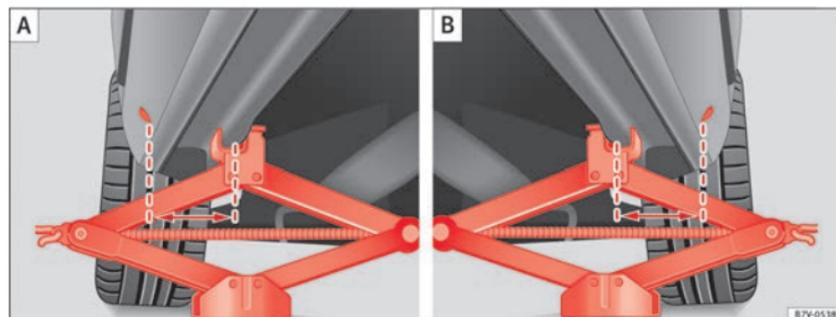

Abb. 187 **A**: Wagenheber vorn an der linken Fahrzeu-
⇒ Abb. 187. Es gilt der Aufnahmepunkt, der sich bei dem jeweiligen Rad be-
7. Sicherstellen, dass der Wagenheberfuß mit der ganzen Fläche sicher auf dem Boden steht und sich der Wagenheberfuß genau unter dem Ansetzpunkt ⇒ **Abb. 187** befindet.
8. Den Wagenheber ausrichten und gleichzeitig die Wagenheberklaue weiter hochkurbeln, bis die Klaue den Steg unter dem Fahrzeug ⇒ **Abb. 187** umfasst.
- Wagenheber nur an den beschriebenen Stellen ansetzen. Die Klaue des Wagenhebers muss den Steg des Unterholms sicher umfassen ⇒ **Abb. 187**.